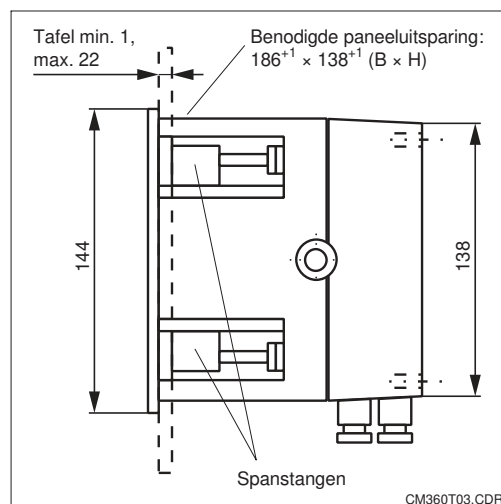

Fig. 3.5 OCM 360, zijaanzicht met paneeluitsparing
- Paneeluitsparing conform fig. 3.5 uitsnijden.